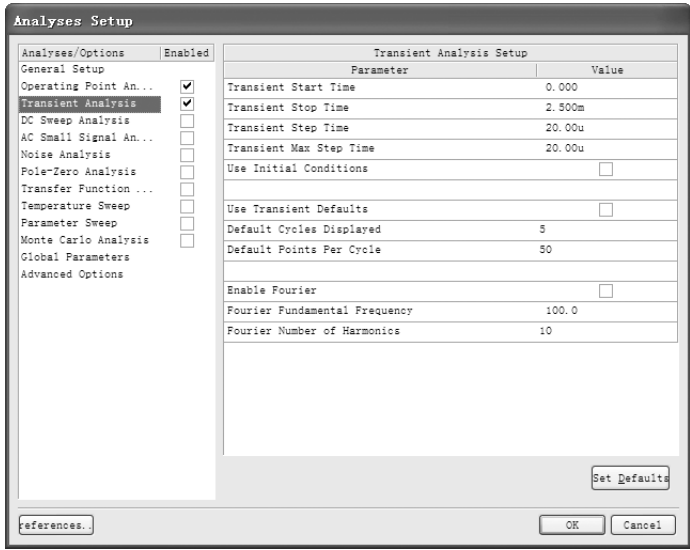

图 12-30 瞬态分析仿真参数设置
2) 瞬态分析仿真参数设置。瞬态分析仿真参数的设置如图 12-30 所示。